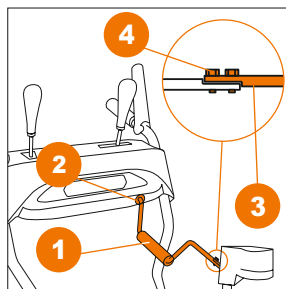

Рис. 9
• Вставьте один конец рукоятки поворота желоба (1) в отверстие (2) на панели оператора (Рис. 9).
• Соедините второй конец рукоятки с поддерживающей штангой (3) с помощью двух болтов (4) (Рис. 9).